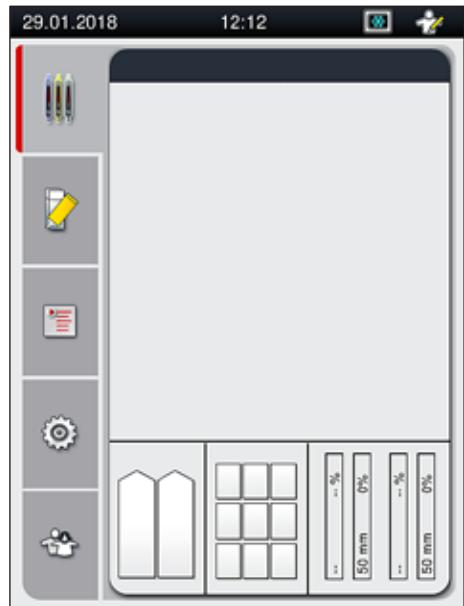

図 12
7. 初期化終了後に、**メインメニュー** (→ 図 12) が表示されます。